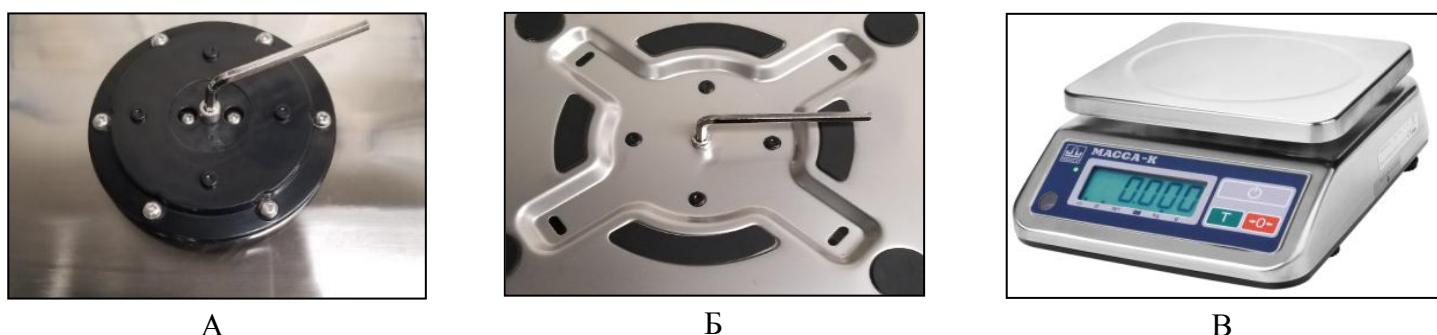

Рисунок 1 – Сборка грузоприемного устройства
3.1.7 При помощи регулировочных опор установите весы горизонтально по ампуле уровня, встроенной в корпус (см. рис. 1).